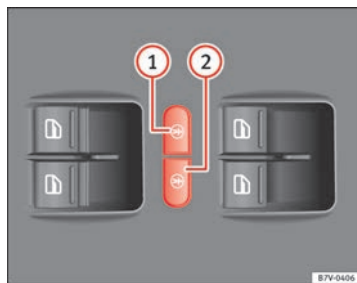

Fig. 52 Sulla porta del conducente: pulsanti della sicura per bambini
La sicura per bambini evita l'apertura e la chiusura delle porte scorrevoli e degli alzacristalli elettrici delle porte stesse dall'interno, affinché i bambini non aprano una porta per sbaglio durante la guida. Con il tasto sinistro ⇒ fig. 52 ① oppure destro ②, si attiva la sicura per bambini sul lato posteriore sinistro o destro, rispettivamente.
Attivazione	Premere il tasto ⇒ fig. 52 ① o ②.